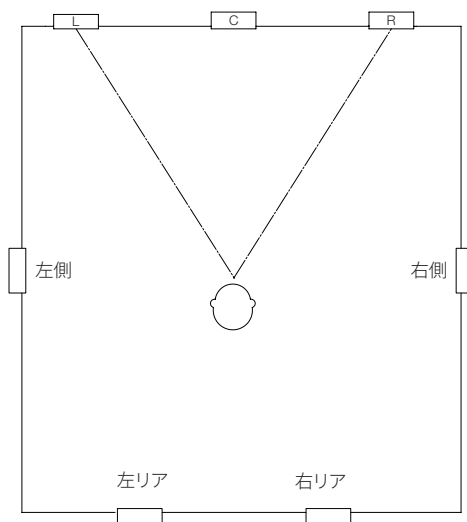

図7
7.1チャンネル・システムでは、5.1チャンネル・システムのサラウンド・スピーカーに加えて、背面に置く2基のスピーカーが追加されます。2基の追加されたスピーカーはリアウォールまたは天井のリアウォールの近くに設置します(図7)。